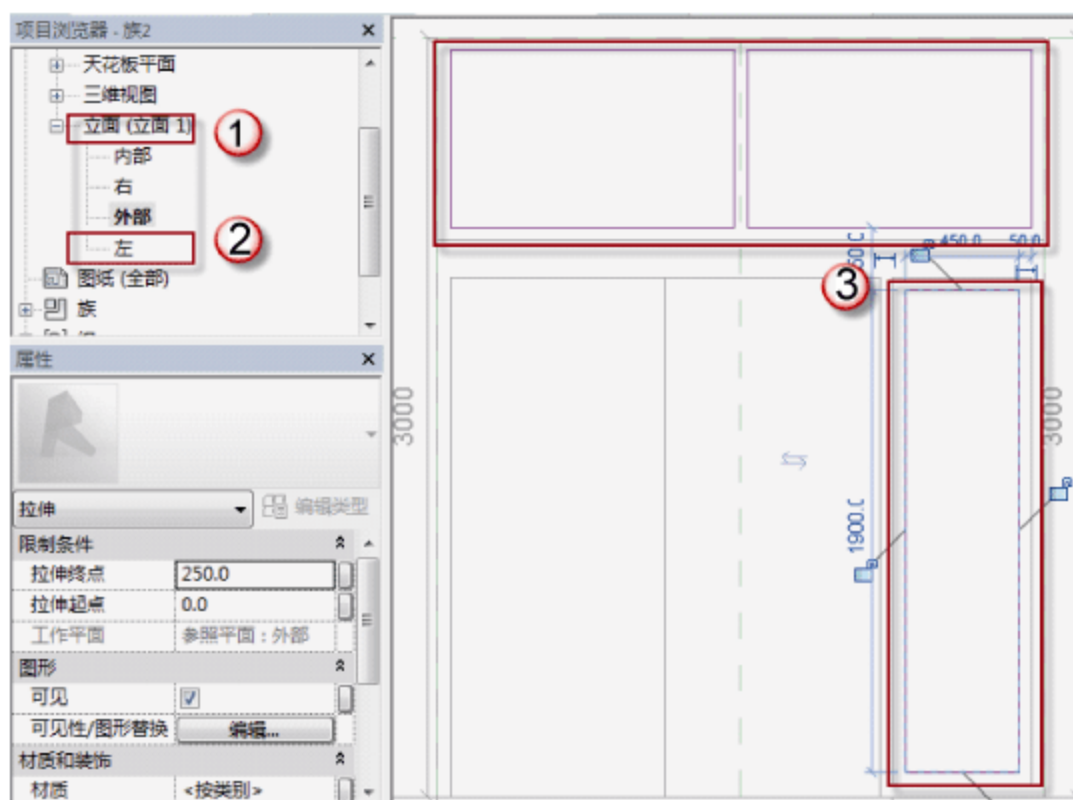

图 6.3.24 MC2430 窗户玻璃
(22) 绘制 MC2430 窗户玻璃。选择“项目浏览器”中的“立面 (立面 1)”→“左”选项，可以进入 MC2430 的外部立面视图，选择“创建”→“拉伸”命令，进入“修改 | 编辑拉伸”界面，用菜单中的绘制工具完成 MC2430 窗户玻璃绘制，如图 6.3.24 所示。绘制完成后，单击√按钮完成绘制。